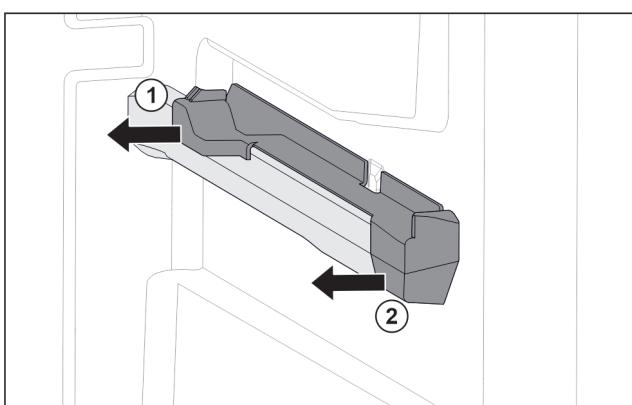

Fig. 30 Вставная часть на правом контейнерном ребре
- Отодвиньте вставную часть сзади в сторону. Fig. 30 (1)
- Отодвиньте вставную часть спереди в сторону. Fig. 30 (2)